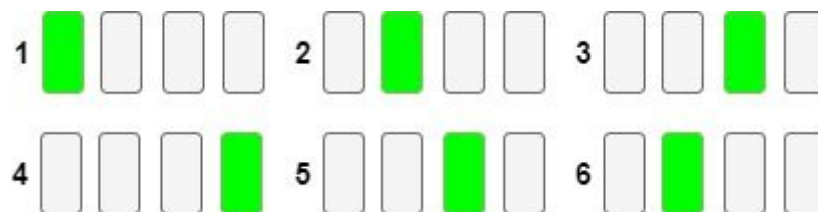

Figura 1: Estados do Passeio do Cavaleiro
- Passeio do cavaleiro: Os 4 LEDs (D1 a D4) devem realizar o algoritmo do passeio do cavaleiro, ou seja, no tempo t acende-se D1, no tempo $t+1$ apaga-se o D1 e acende-se o D2, até acender o D4. Após isso, fazer o caminho contrário apagando-se D4 e acendendo-se D3, e assim, até acender-se o D1. O algoritmo apresenta no total 6 estados que são representados na Figura 1.